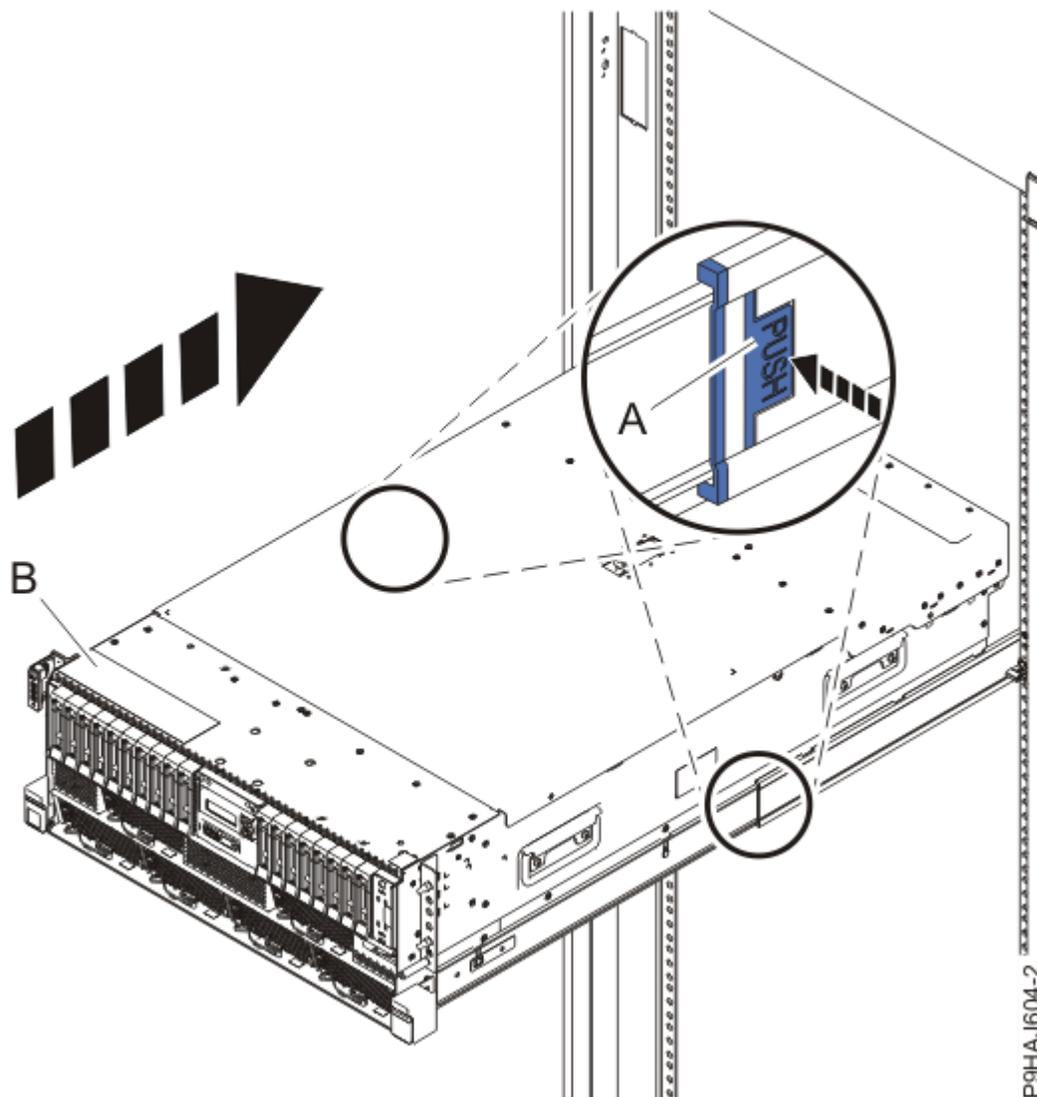

Figura 22. Colocando o Sistema na Posição de Operação
3. Para um sistema montado em rack, desbloqueie as travas de segurança do trilho azuis **(A)**, como mostrado na Figura 22 na página 26, empurrando-as para dentro.